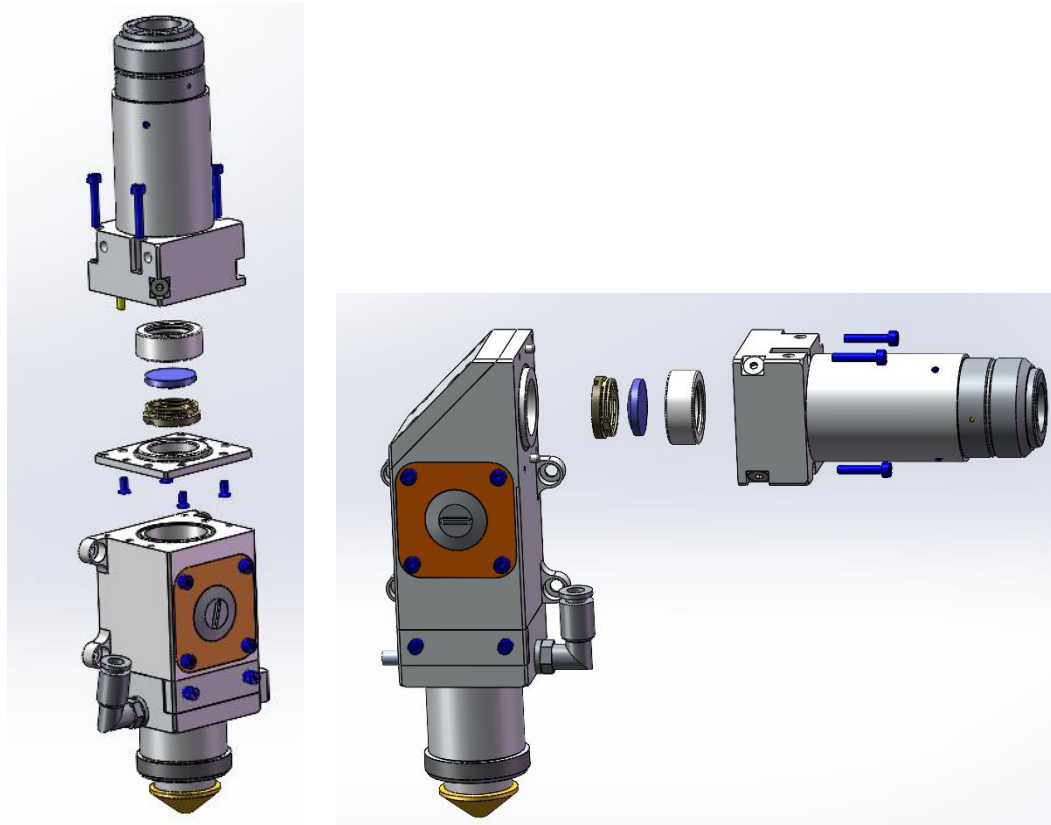

图 13 A130M-F50-F100-V2.0/A130M-L-F50-F100-V2.0 激光头准直镜盒示意图
- (1) 拆下激光头，移至洁净场所，清理干净激光头表面所有灰尘；
- (2) 用2.5mm的内六角扳手拧开准直组件的锁紧螺钉（如图13所示），与准直组件连接的部分用美纹纸封好，防止灰尘调入；
- (3) 用取出准直镜盒，用拆镜工具取下弹簧压圈和准直镜；
- (4) 清洁或更换准直镜片；